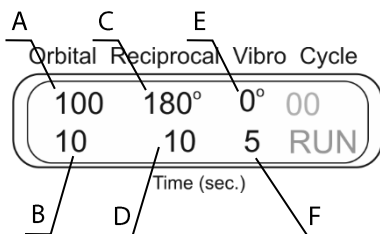

Рис. 8
6.9.3. **3D-орбитальное + 3D-покачивание + Пауза** (рис. 8). Установите скорость (A, 1-100 об/мин) и время (B, 1-250 с) 3D-орбитального движения. Установите угол поворота (C, 0-360°) и время (D, 1-250 с) 3D-покачивания. Установите угол поворота 3D-вибродвижения на ноль (E). Установите время 3D-вибродвижения (F, 1-5 с) – продолжительность паузы.